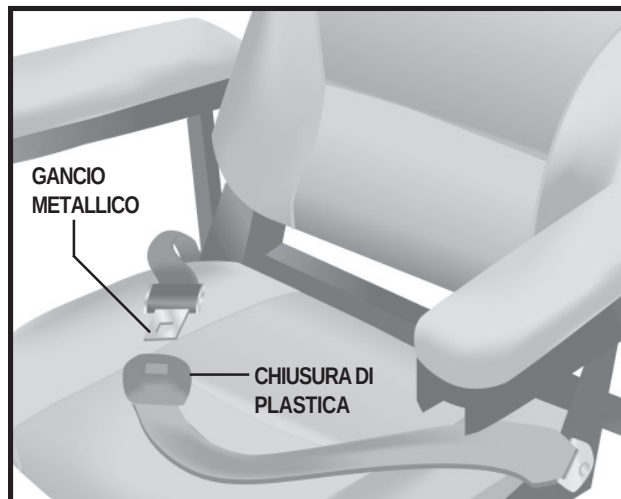

Figura 17. Cinture di sicurezza
1. Inserire il gancio metallico del lato destro della cintura nella chiusura di plastica al lato opposto spingendo fino a sentire un “click”. Vedere figura 17.